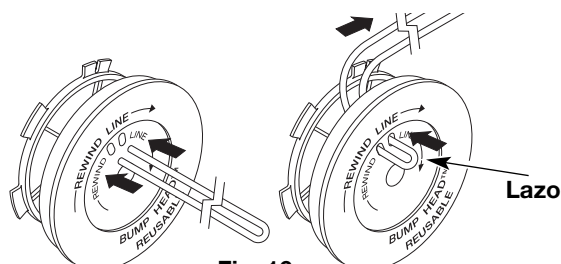

Fig. 16
6. Tome aproximadamente 20 pies (6 m) de nueva línea de corte, enlázela en dos longitudes iguales. Inserte cada extremo de la línea a través de uno de los dos orificios del carrete interior (Fig. 16). Pase la línea a través del carrete interior de modo que el lazo sea lo más pequeño posible.